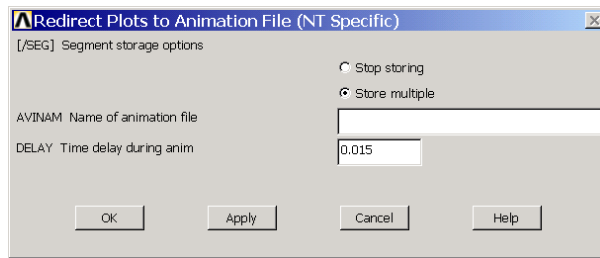

图7.31 直接生成动画
（1）单击【Utility Menu】|【PlotCtrls】|【Redirect Plots】|【To Segment Memory】菜单，弹出如图 7.31 所示的【Redirect Plots to Animation File】对话框。
(2) 选择【Store multiple】单选按钮，然后在【Name of animation file】文本框中输入动画文件的名称（默认为工作文件名，扩展名为\*.avi），在【Time delay during anim】文本框中输入时间间隔（默认为 0.015 秒）。单击【OK】按钮后，ANSYS 会自动在记录用户在通用后处理器（POST1）和时间历程处理器（POST26）中的图形操作，并保存在动画文件中。
(3) 要停止动画录制，再次单击【Utility Menu】|【PlotCtrls】|【Redirect Plots】|【To Segment Memory】菜单，在图 7.31 所示的对话框中选择【Stop storing】单选按钮即可。